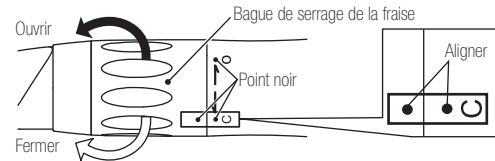

Fig. 1
- 1) Faites tourner la bague de serrage de la fraise vers le symbole [O] jusqu'à ce que vous entendiez un clic. (Fig. 1)